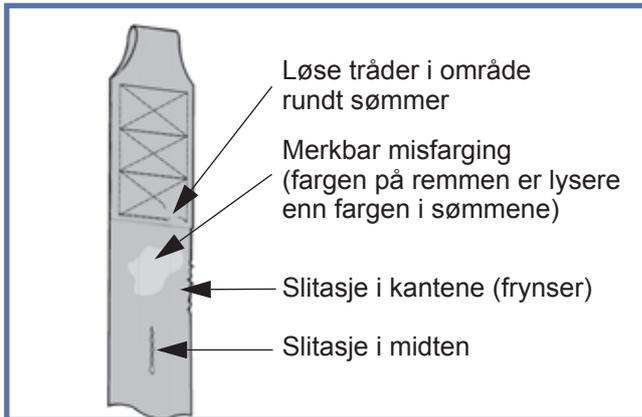

Fig. 53
- 2) Se etter tegn på slitasje eller misfarging. (se Fig. 53).